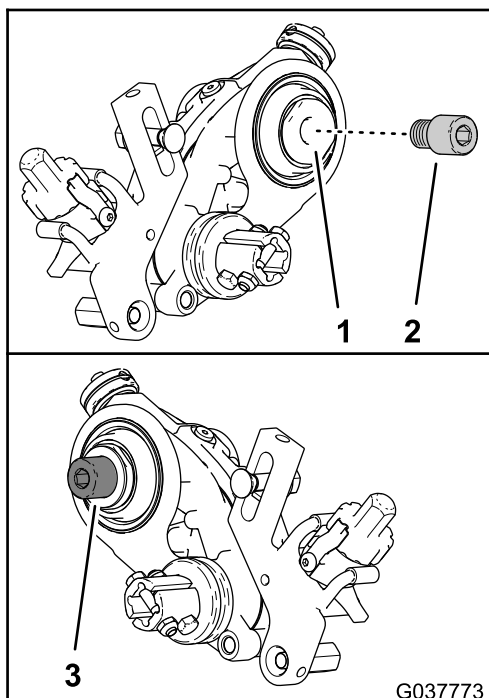

Figura 6
1. Aplique un sellador azul de roscas en el interior del árbol de transmisión (Figura 6).
2. Monte el adaptador de molinete adecuado en el árbol de transmisión (Figura 6). Utilice la siguiente tabla para determinar el adaptador que debe utilizar.